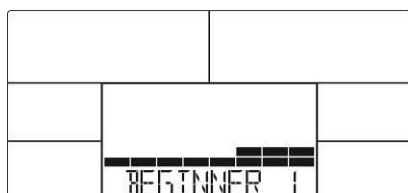

Fig. 13
2. Tryck på (+)(-) för att välja något av de fyra nybörjarprogrammen (fig. 13) och tryck på MODE/ENTER för att bekräfta.